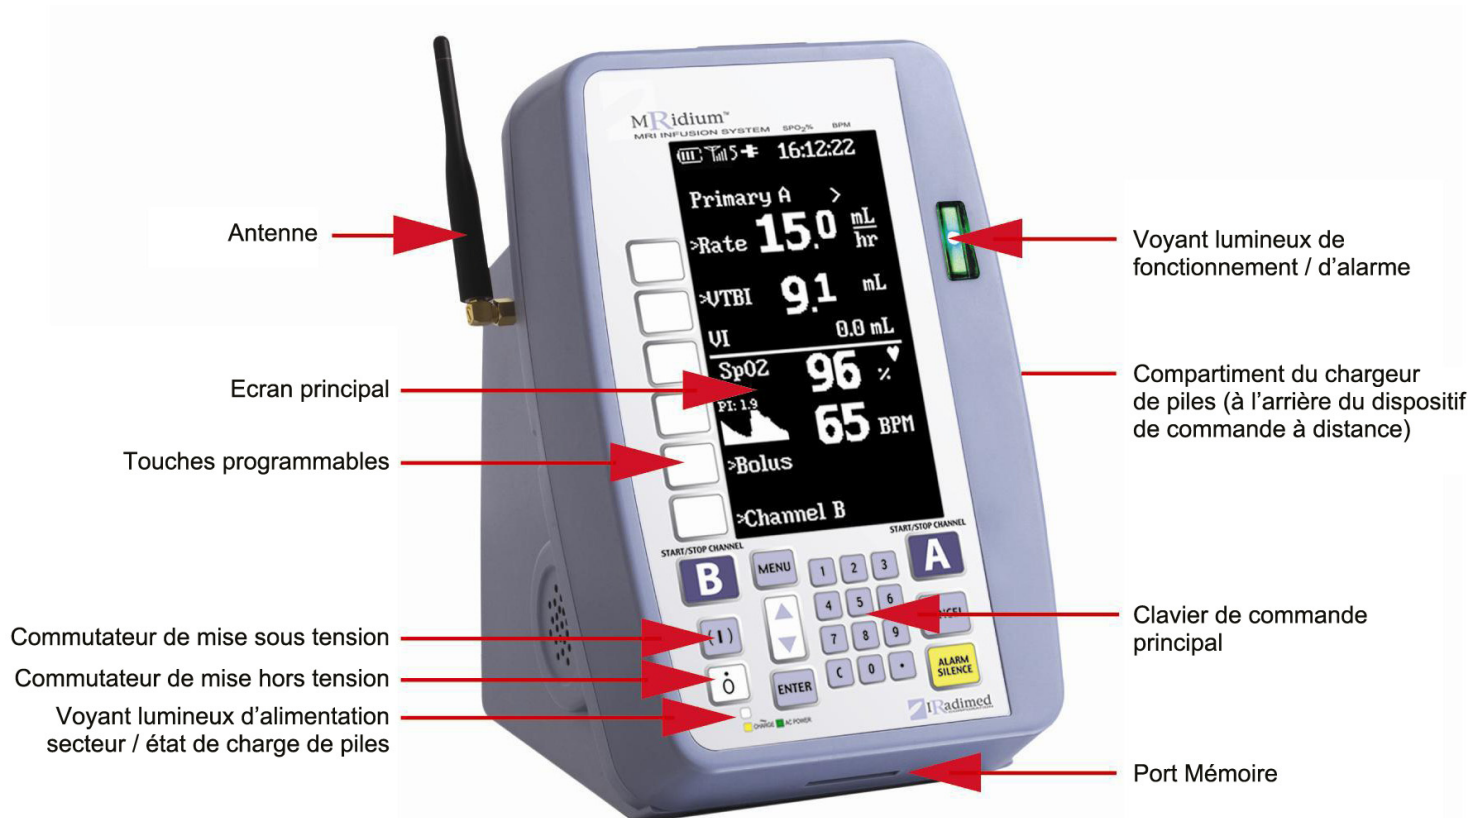

Figure 1-5. Face avant du dispositif d'affichage et de commande à distance / chargeur 3865
1.1.5 Face avant du dispositif d'affichage et de commande à distance / chargeur. Voir figure 1-5 pour l'emplacement des principaux éléments de la face avant du dispositif d'affichage et de commande à distance / chargeur 3865.